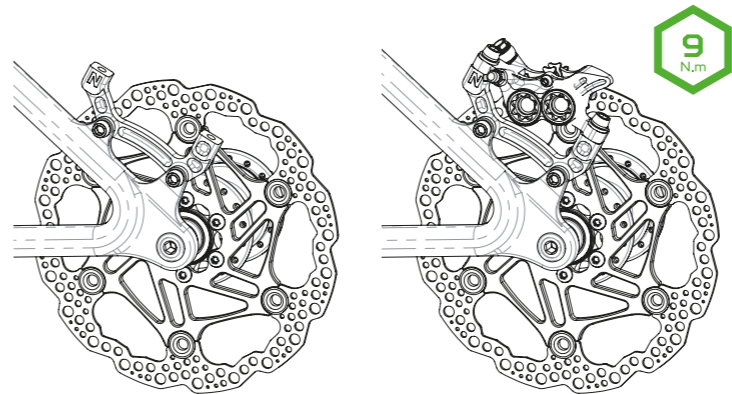

Fig 002
**001\_En fonction du type de fixation et du diamètre de disque utilisé, mettre en place l'adaptateur qui convient et serrer les 2 vis M6 à l'aide d'une clef Allen de 5mm. Couple de serrage recommandé : 8-9Nm. Illustration fig. 002.**